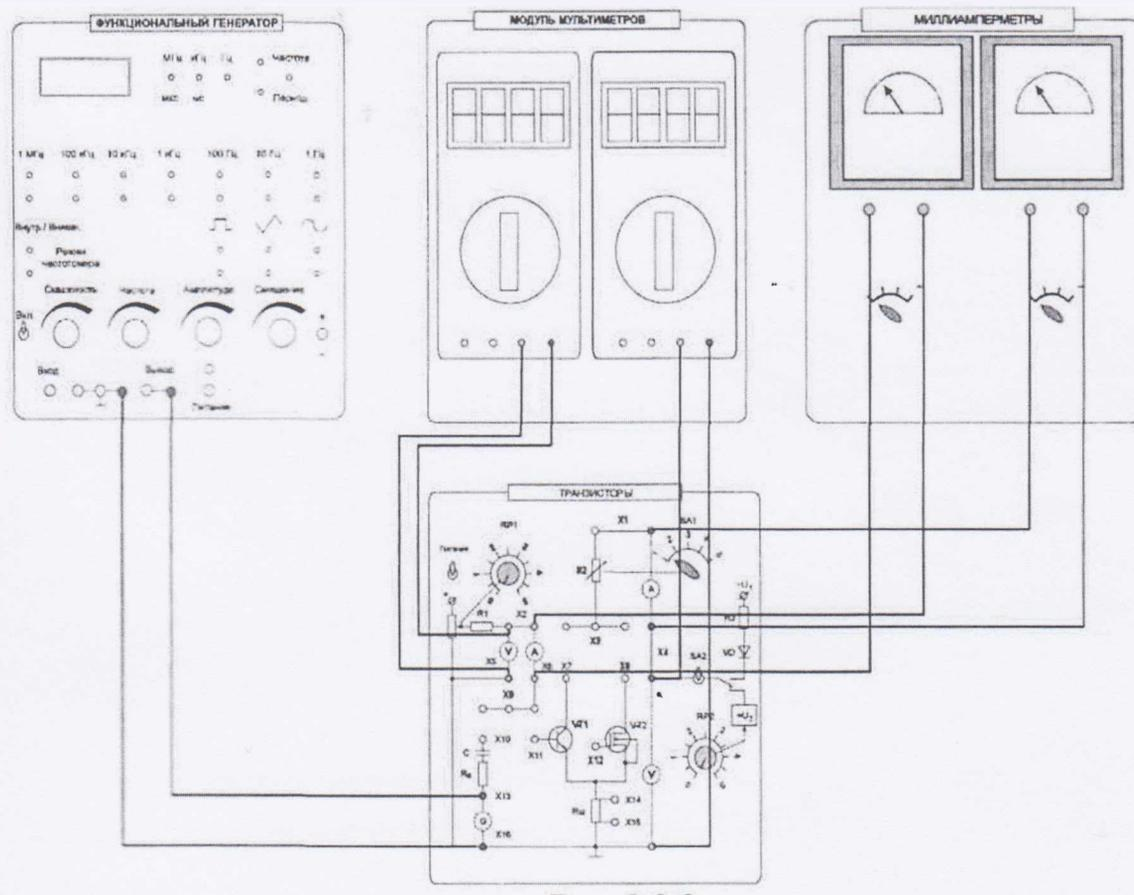

Рис. 3.2.3.
Основными характеристиками транзистора, включенного по схеме с общим эмиттером, являются статическая характеристика прямой передачи по току $I_K = f(I_B)$ при $U_K = \text{const}$, статическая выходная характеристика $I_K = f(U_{KЭ})$ при $I_B = \text{const}$ (рис. 3.2.3), а также статическая входная характеристика $I_B = f(U_{6a})$ при $U_{KЭ} = \text{const}$.
3.1 Ознакомьтесь с лабораторным модулем для исследования транзисторов. Собрать схему для снятия характеристик биполярного транзистора (рис. 3.2.3). Между гнездами X2 и X6 включить миллиамперметр и соединить перемычкой гнезда X9-X11. Между гнездами X1-X4 включить второй миллиамперметр модуля миллиамперметров. Соединить перемычкой гнезда X3-X7. Между гнездами X2-X5 и X4-X16 включить мультиметры в режиме измерения постоянного напряжения. Тумблер SA2 установить в нижнее положение.